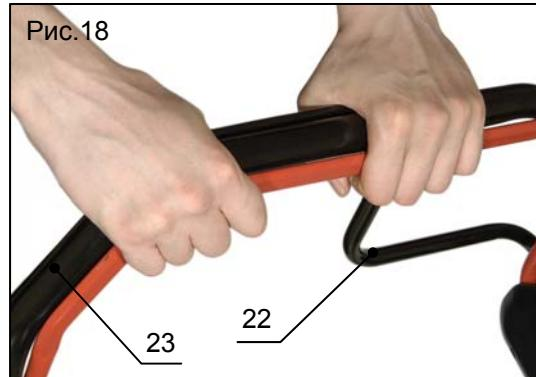

Рис.18
- Потянуть рычаг (поз.22, рис.18) привода газонокосилки к верхней рукоятке (поз.23, рис.18). За счет клина - ременной передачи газонокосилка придет в движение.